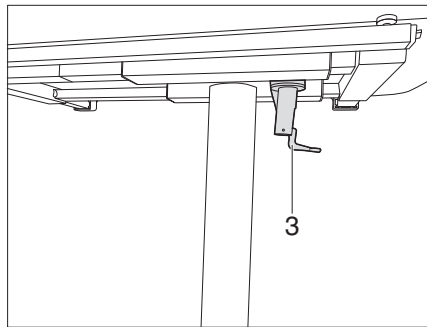

Fig. 117 Verrouiller la table pliante
- Basculer le levier de verrouillage (Fig. 117,3) vers la droite. La table à hauteur réglable est verrouillée et ne peut plus être déplacée.